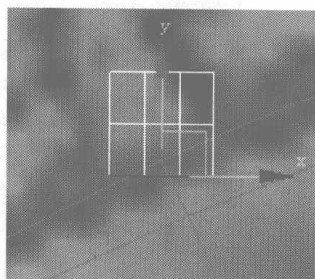
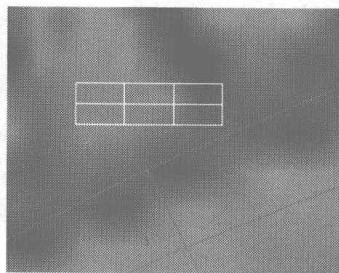
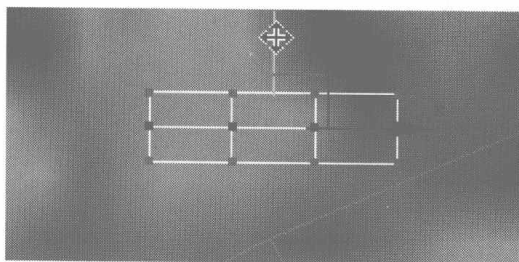
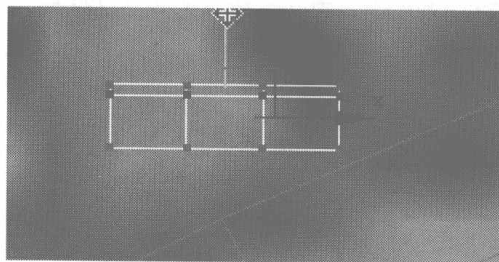

图 2.242
图 2.243
图 2.244
图 2.245
- 24** 在 Front 视图中选择模型底面, 如图 2.242 所示, 按 Delete 键删除。利用缩放工具调整模型到如图 2.243 所示状态。选择如图 2.244 所示的点, 调整到如图 2.245 所示的位置。